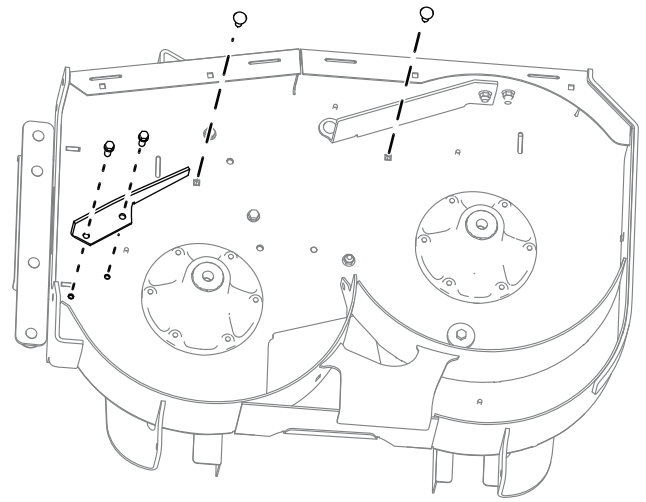

Bild 2
4. Entfernen Sie die beiden Schrauben und Muttern, mit denen die Schutzvorrichtung am Mähwerk befestigt ist, und entfernen Sie die Schutzabdeckung (Bild 2).